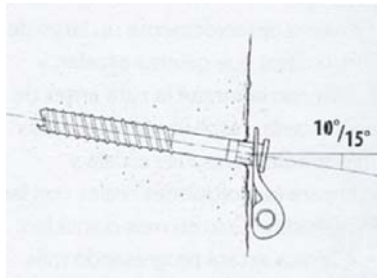

Figura 70.
1. Si el hielo es muy bueno, los tornillos con rosca de gran relieve puedes colocarlos excepcionalmente inclinados hacia abajo, lo que mejora su resistencia (Figura 70).